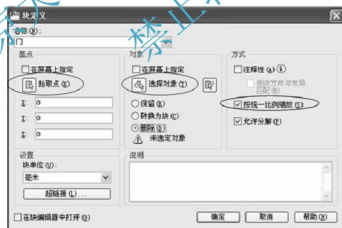

图 3.64 【块定义】对话框
(1) 单击【绘图】工具栏上的【创建块】图标  或在命令行输入 “B” 后按 Enter 键, 打开【块定义】对话框。
(2) 在【名称】文本框内输入 “门”, 指定块的名称, 如图 3.64 所示。
(8) 单击【确定】按钮关闭对话框。观察图 3.64 可知,在【对象】选项组中选中了【删除】单选按钮,所以对话框关闭后,被制作成图块的对象消失。